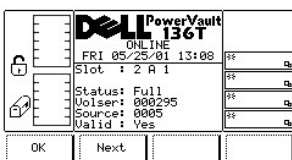

Abbildung 15. Dialogfeld "Status" > "Library" > "Slot" > "Slot Status"
Wenn "OK" ausgewählt wird, wird das Dialogfeld "Slot Status" angezeigt (siehe Abbildung 15). Dieser Bildschirm zeigt die derzeitigen physikalischen und statistischen Merkmale des Slots an.
- 1 Wenn die Taste unter dem Softkey **Next** gedrückt wird, wird das Dialogfeld "Slot Status" angezeigt (siehe Abbildung 15).